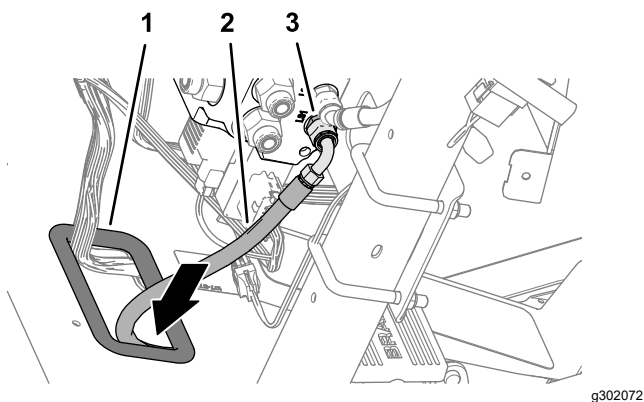

図 114
3. 油圧ポンプ ホース6 x 2819 mmの端を、-4、90°継手でフロアプレートのグロメットに通します (図 114)。
4. ホース 6 x 2819 mm の -6、エルボ継手をEHIステアリングバルブのポートLS1継手に取り付け、ホース継手を締め付けます (図 114)。